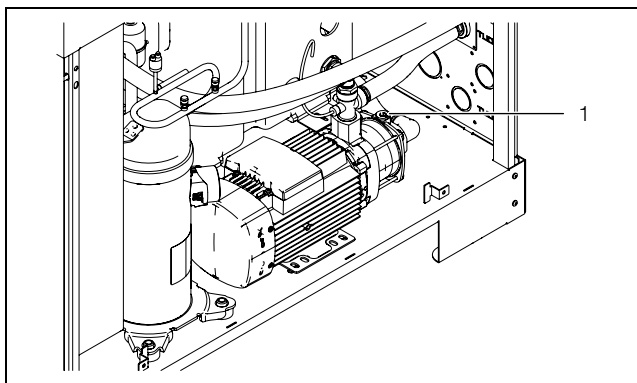

Abb. 17: Kühlmediumpumpe entlüften
- Entlüften Sie die Kühlmediumpumpe (im Stillstand), indem Sie die Entlüftungsschraube (Abb. 17, Pos. 1) lösen.